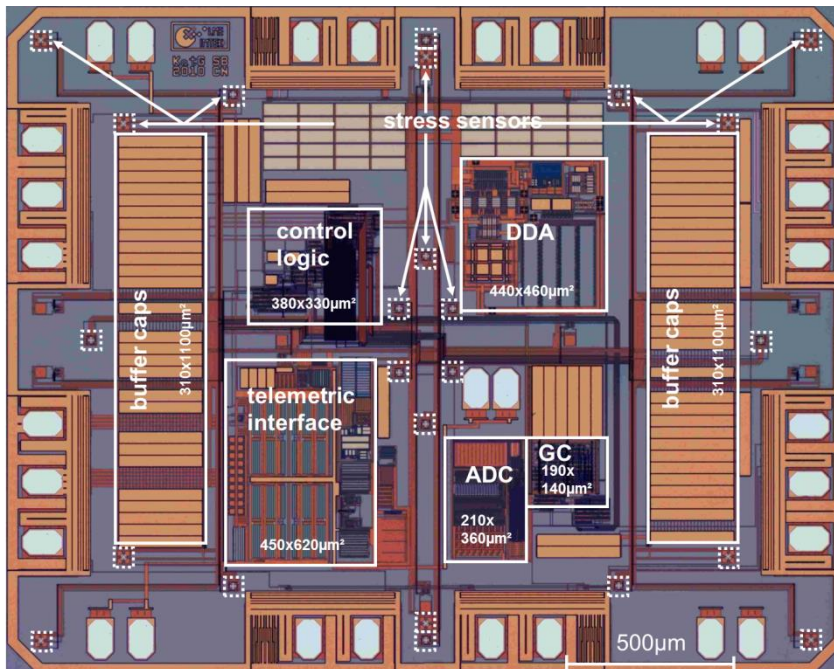

Abbildung 2: Chipfoto des StressSens-ASICs
Abbildung 2 zeigt ein Chipfoto des StressSens-ASICs. Die unterschiedlichen Komponenten sind mit weißem Rahmen markiert. Deutlich sichtbar sind die über die gesamte Oberfläche verteilten Sensoren und die Ausleseelektronik, bestehend aus control logic, differential difference amplifier (DDA), analog-to-digital converter (ADC) und gain control (GC). Weiterhin sind das telemetrische Interface und die Pufferkondensatoren für eine stabile Versorgungsspannung hervorgehoben.